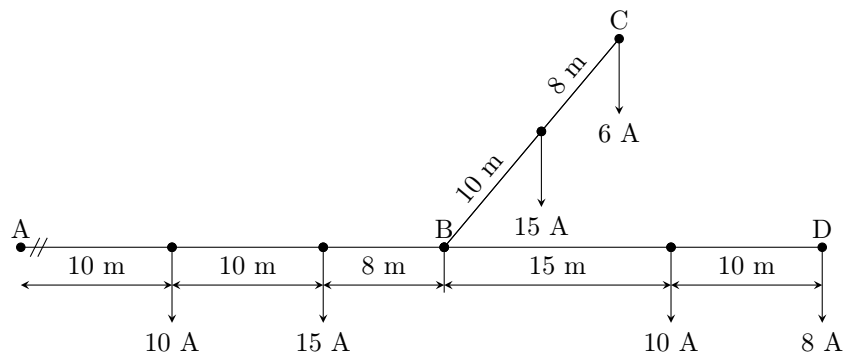

Figura 7.4: Diagrama unifilar del problema 7.14.
7.14 (2.6-2.) Calcular la caída de tensión y la sección teórica en los tramos AB, BC y BD de la línea monofásica a 230 V de la figura 7.4, con conductores de cobre, para que el volumen de material sea mínimo. La caída de tensión máxima admisible es del 2% y el factor de potencia común para todas las cargas 0,8 inductivo.